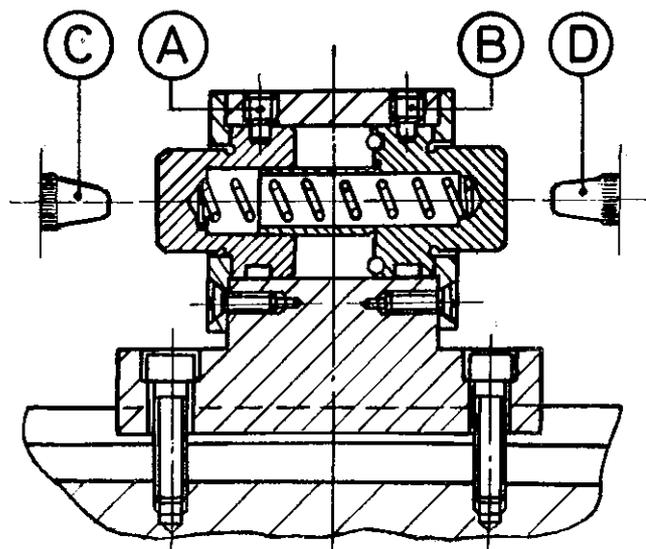

Fig. 27
**TOPE DE REFERENCIA.**— Este se ha previsto de manera que pueda amortiguar el pequeño golpe producido por los dos topes limitadores de la carrera longitudinal **C** y **D**, al invertir el sentido del movimiento, bastando para ello, con aflojar el uno de los dos tornillos especiales **A** ó **B**, según se puede observar en la fig. 27.